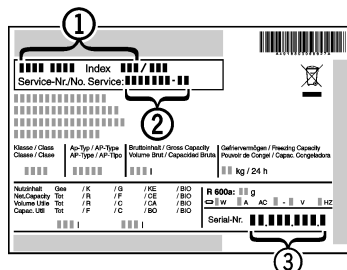

Fig. 19
- Laitteen nimitys Fig. 19 (1), service-n:o Fig. 19 (2) ja sarja-n:o Fig. 19 (3) löytyvät tyyppikilvestä Tyyppikilpi sijaitsee vasemmalla sisäpuolella.
- Ilmoita asiakaspalveluun vika, laitteen nimi Fig. 19 (1), service-n:o Fig. 19 (2) ja sarja-n:o Fig. 19 (3).